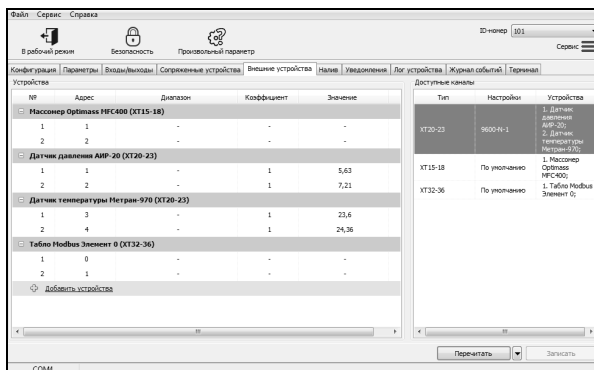

Рисунок 8
- В правом поле "Доступные каналы" в столбце "Настройки" изменить параметры "По умолчанию" для датчиков на "9600-N-1" (рисунок 8).